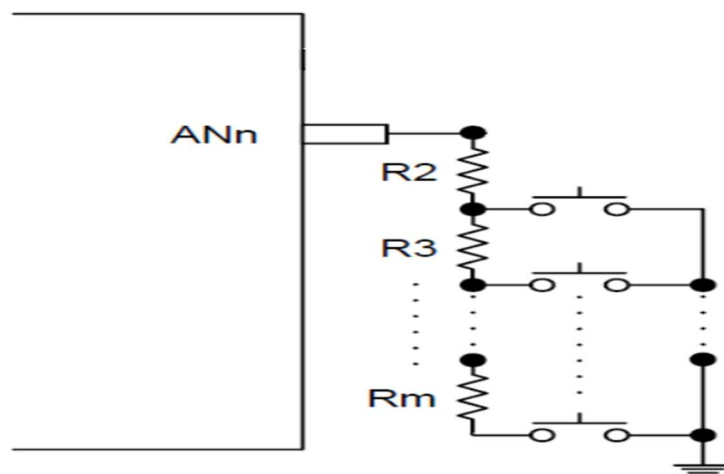

Figure 16-3 ADC 按键输入串联电阻应用参考图
- 6, 如果 Figure16-3 中的某个键被按下，端口上就会有一个电压值，当这个电压值小于 4.2V（@VDDD=5V）时，AMWIF 标志位会被拉高。芯片也会从省电模式醒来，同时进入 ADC 中断服务程序，软件清零 AMWIF 标志；